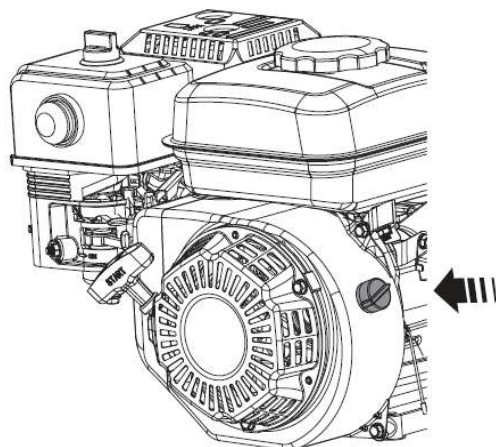

Рис. 36
3. Переведите выключатель зажигания в положение «OFF» (рис. 36)